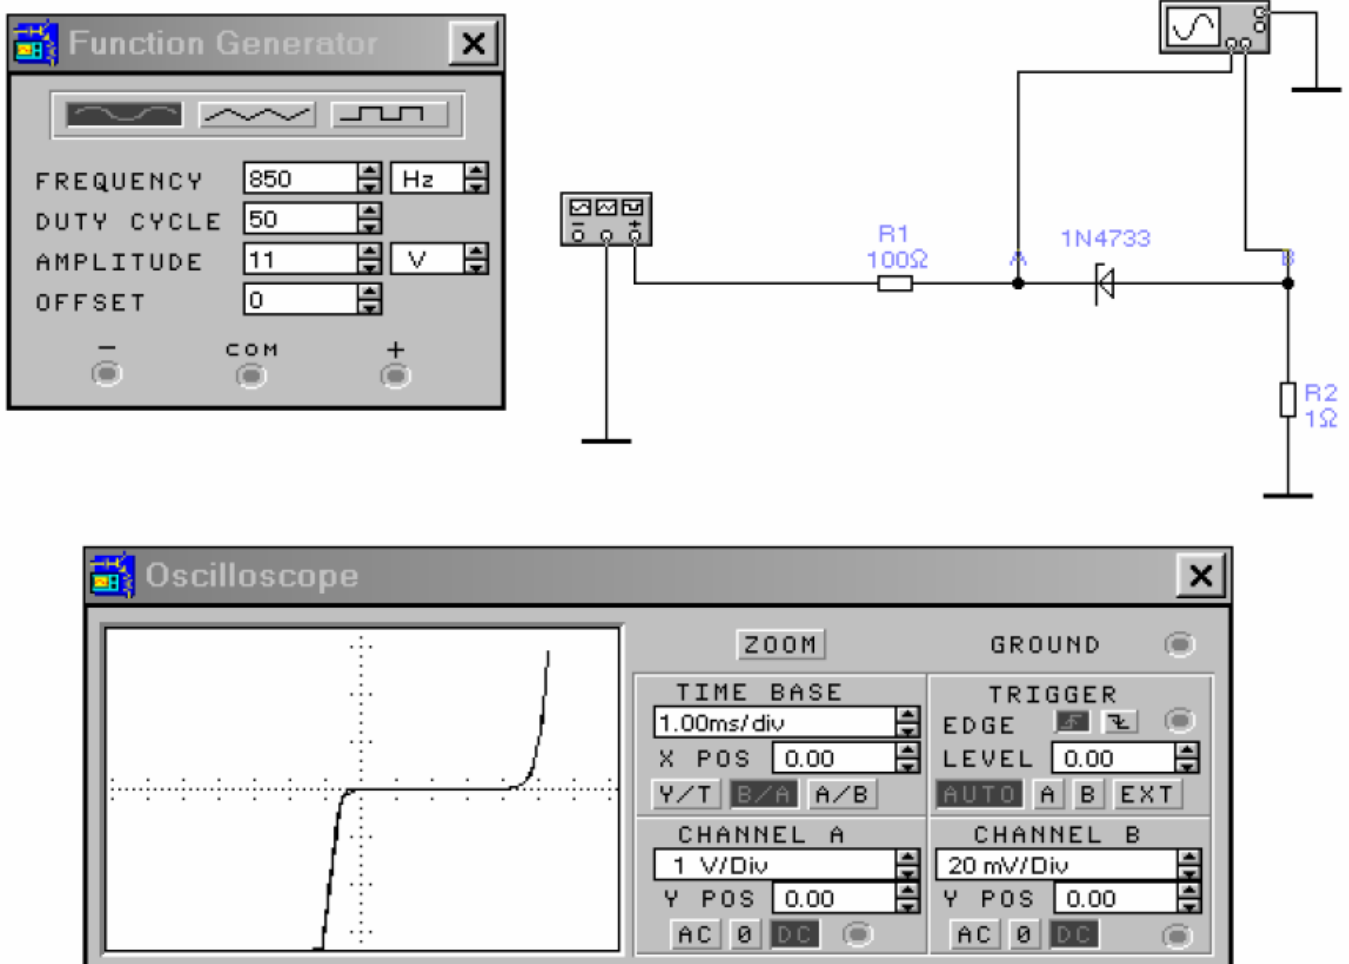

Рис. 1.6.
8. Нарисуйте схему, приведенную на рис. 1.6 и включите.